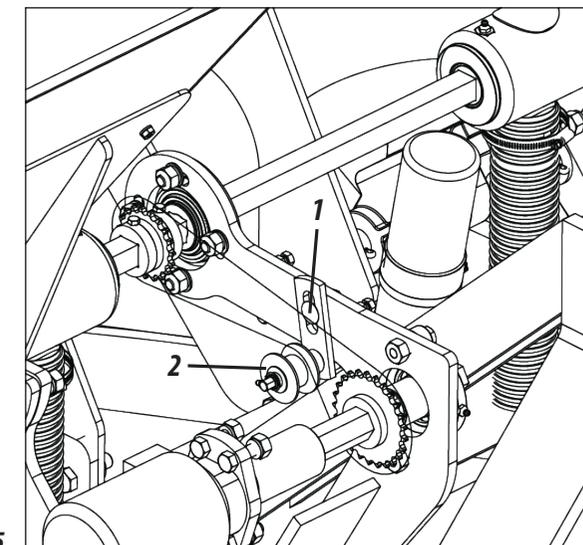

Figura 15
TENSIÓN DE CADENA (FIGURA 15)
Aflojar el tornillo (1), deslizar el tensor (2) hasta la tensión necesaria. Luego, vuelva a apretar la tuerca, **como se muestra en la figura 15.**